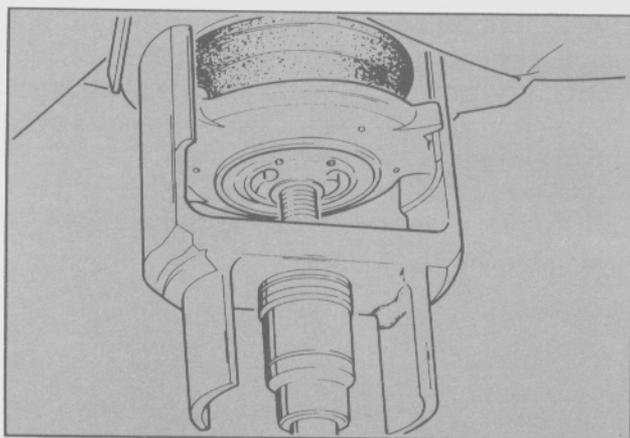

Fig. 56. Extracción del buje de goma con la herramienta especial N°15014
- Utilizando la herramienta especial 15014 extraer el buje de goma del soporte delantero del travesaño (Fig. 56).